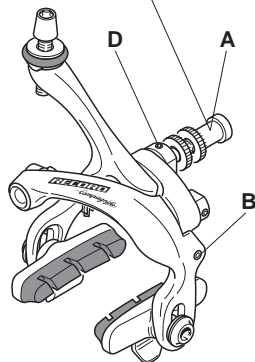

Fig. 5
- Serrez l'écrou (A - Fig. 5) à l'aide de la clé dynamométrique, avec un couple de 10 N.m - 7.4 lb.ft.
- Si vos freins ont une vis de réglage (B - Fig. 5), corrigez le centrage à l'aide d'une clé à 6 pans de 2 mm.
- Fije el freno en el cuadro o en la horquilla y atornille la tuerca allen (A - Fig. 5) con una llave de 5 mm.
- Primero, centre el freno respecto a la rueda utilizando la contra tuerca (D - Fig. 5) con una llave de 15 mm.
- Apriete la tuerca (A - Fig. 5) con la llave dinamométrica 10 N.m - 7.4 lb.ft.
- Si vuestros frenos están dotados del tornillo de ajuste (B - Fig. 5), corrija el centrado utilizando una llave allen de 2 mm.